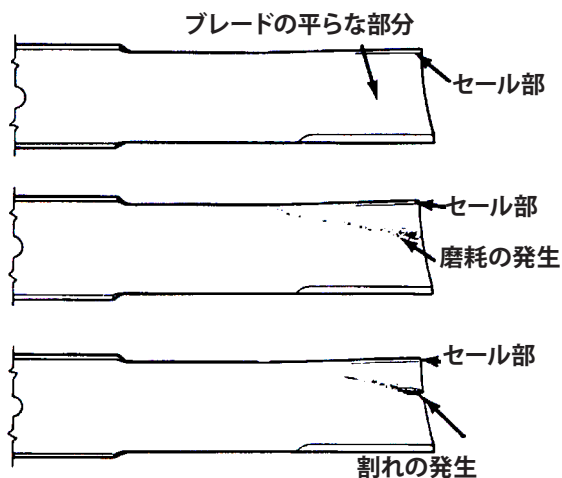

図31
2. ブレードの切っ先を注意深く観察、特に、直線部と曲線部が交わる部分をよく観察する(図31-A)。この、直線部と曲線部の交差域は、砂などによる磨耗が進みやすい部分なので、機械を使用する前によく点検することが必要である。磨耗が大きい場合には(図31-B) 危険であるから交換する。
<p>ブレードの磨耗を放置すると、ブレードのセール部と平坦部との間に割れ目が発生する。</p> <p>(図31-C) この割れ目が拡大すると、最終的にはブレードがちぎれてハウジングの下から飛び出し、これがオペレータや周囲の人に重大な人身事故となる。</p> <ul style="list-style-type: none"> ブレードが磨耗や破損していないか定期的に点検すること。 曲がったブレードを元に戻そうとしたり、欠けや割れの出たブレードを溶接で修理したりしないこと。 磨耗したり破損したりしたブレードは交換する。